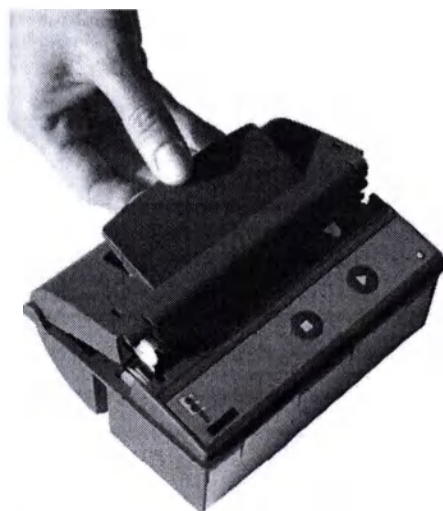

Рисунок 51 Рукоятка крышки принтера
- Слегка вытягивая подвижную рукоятку крышки рисунок 51, приоткрыть крышку принтера. При этом прижимный ролик для подачи бумаги выходит и з зацепления с приводной зубчатой передачей печатающего механизма. После этого можно легко открыть крышку;